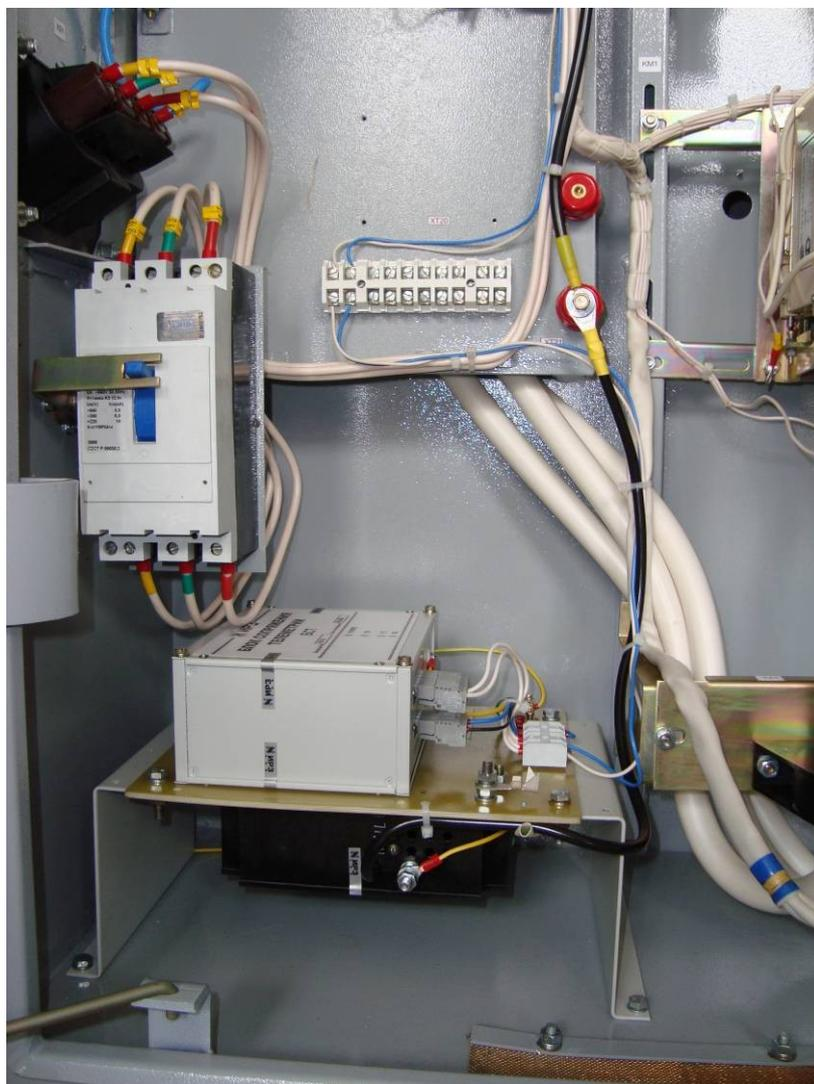

Рисунок 2.4.2 – Установка ТМС – Э5
3. На кронштейны установить ТМС-Э5, сориентировав согласно чертежу (см. рисунок 2.4.2), и закрепить винтами М6х16, гайками М6, под гайки установить шайбы обычные и шайбы пружинные.